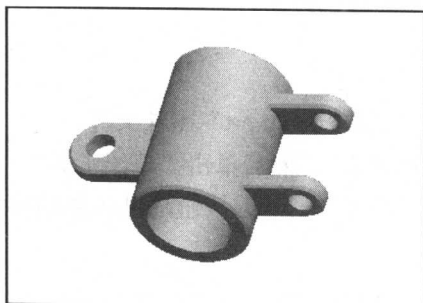

图 1-22 生成倒角后的模型效果
(22) 在“倒角”操控板右侧单击“确定”按钮 ，生成倒角效果，最终模型效果如图 1-22 所示。